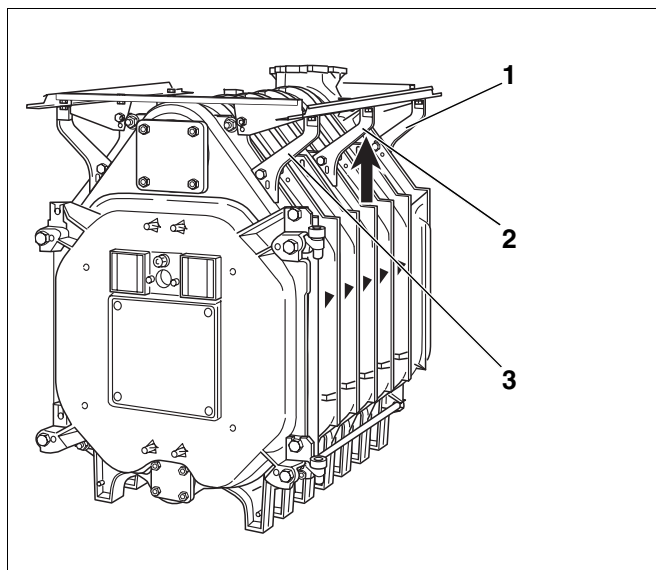

Fig. 39 Justering af længdeskinne
- Ret længdeskinneerne ind, og skru konsollerne fast på for- og bagelementerne. (Fig. 39, **pos. 1 og 3**).
- Skub mellemkonsollerne (Fig. 39, **pos. 2**) mod længdeskinneerne nedefra, og skru dem sammen med kedelblokken.